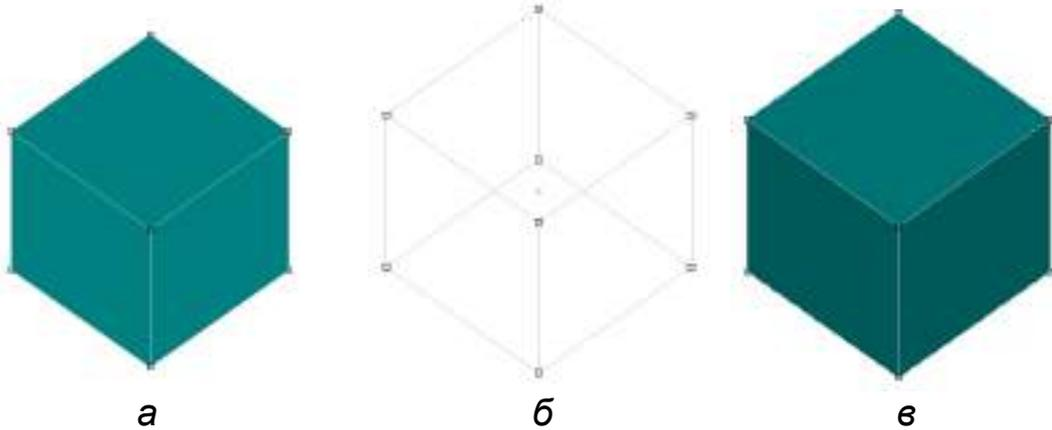

Рисунок 6.33
**Задание 9.2** Отобразите произвольный параллелепипед и отобразите его тремя способами: объемным  (рисунок 6.33, а), прово-
лочным объемным элементом  (рисунок 6.33, б) и объемным элементом с освещением  (рисунок 6.33, в)